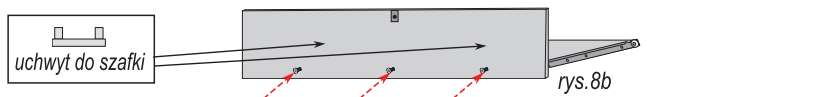

rys. 6
6. Wsuń szklany blat w zagłębienie profilu i przytrzymaj go jedną ręką. Drugą ręką oprzyj drugi profil na kołkach i ostrożnie włoż w zagłębienie blat. Następnie dokręć profil śrubami M5 (rys. 6).